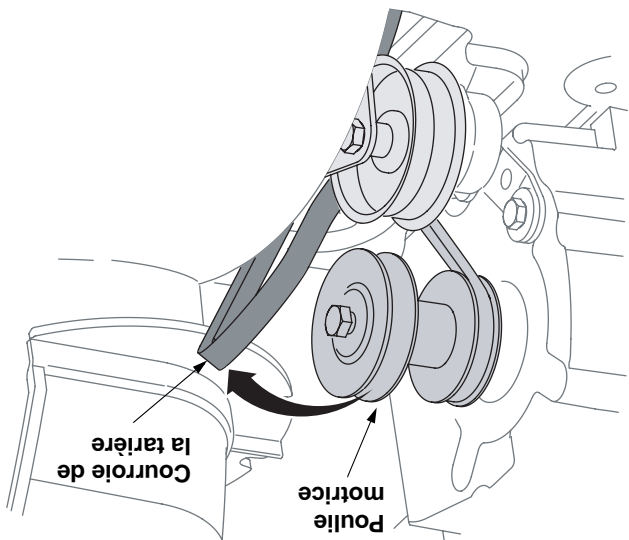

Figure 23
- Dégagez la courroie de la tarière de la pouille, comme à la Figure 23.
- Dégagez la courroie de la tarrière de la poulie, comme à la Figure 23.